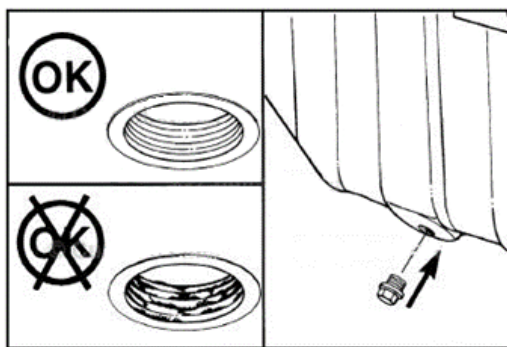

Рисунок 5.27. Осмотр состояния резьбы и уплотняющей поверхности картера
- Почистить и осмотреть резьбу и уплотняющую поверхность пробки с картером. (в случае обнаружения повреждений, заменить), рис. 5.27.